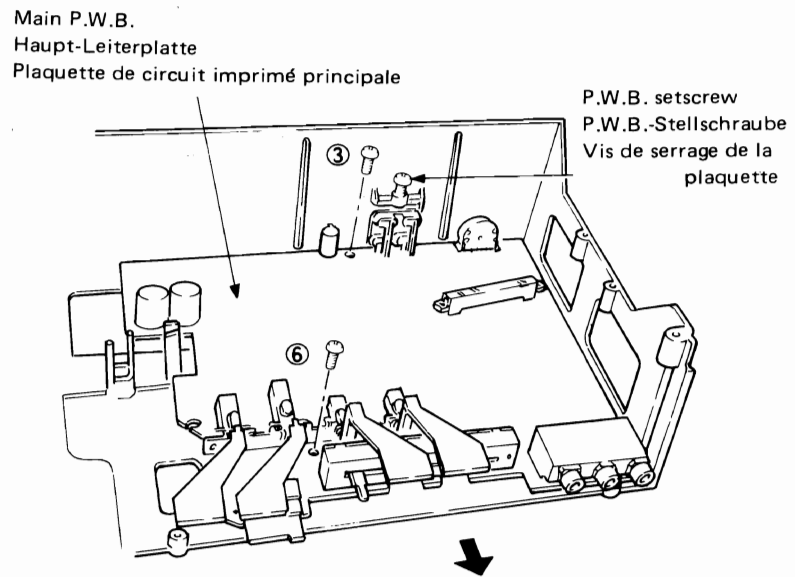

Fig. 5 Abb. 5
After top cover is removed, remove two screws ② screw ③ (Fig. 5) and screw ④ (Fig. 6).
- 6. Main P.W. Board (Fig. 5)**
Nach Abnehmen der oberen Abdeckung die zwei Schrauben ②, Schraube ③ (Abb. 5) und Schraube ④ (Abb. 6) entfernen.
- 6. Haupt-Leiterplatte (PWB) (Abb. 5)**
Après avoir déposé le couvercle supérieur, déposer les deux vis ②, la vis ③ (Figure 5), et la vis ④ (Figure 6).
- 6. Plaquette de câblage imprimé principale (Fig. 5)**